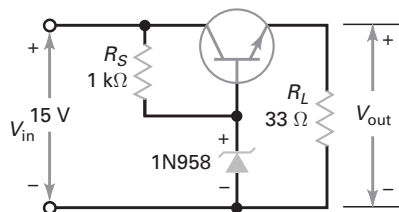

Figura 9-33
- 9-24** O transistor do circuito da Figura 9-33 tem um ganho de corrente de 150. Se o 1N958 tem uma tensão Zener de 7,5 V, Qual é a tensão de saída? Qual é a corrente no Zener?
- 9-25** Se a tensão de entrada na Figura 9-33 muda para 25 V, qual é a tensão na saída? E a corrente no Zener?
- 9-33** Na Figura 9-33, qual é a potência dissipada no transistor se o ganho de corrente for de 100 e a tensão Zener de 7,5 V?
- 9-37** Na Figura 9-33, qual deve ser a tensão na saída se o diodo Zener estiver aberto? Use $\beta_{cc} = 200$.
- 9-38** Na Figura 9-33, se a carga de $33\ \Omega$ entrar em curto, qual é a potência dissipada no transistor? Use $\beta_{cc} = 100$.